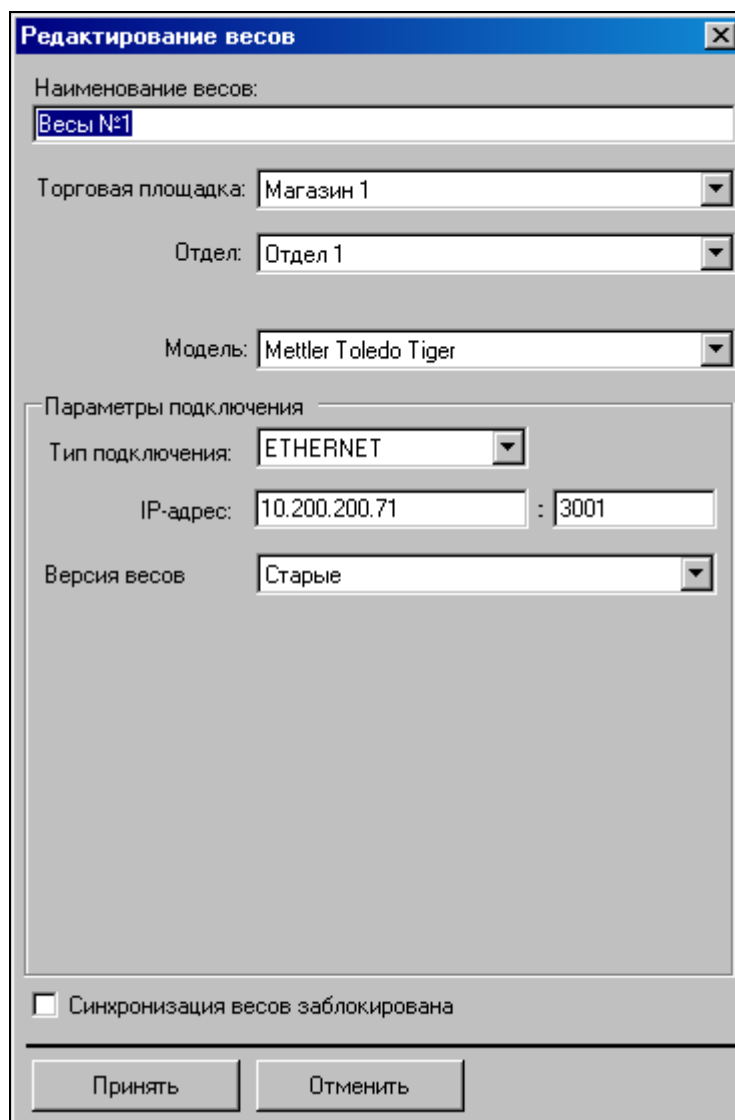

Рис. 18. Окно «Редактирование весов»
1. Чтобы отредактировать данные о весах выберите их в списке весов и нажмите кнопку «Редактировать». Переход к редактированию весов осуществляется также двойным щелчком левой кнопки мыши. Откроется окно редактирования весов (Рис. 18).